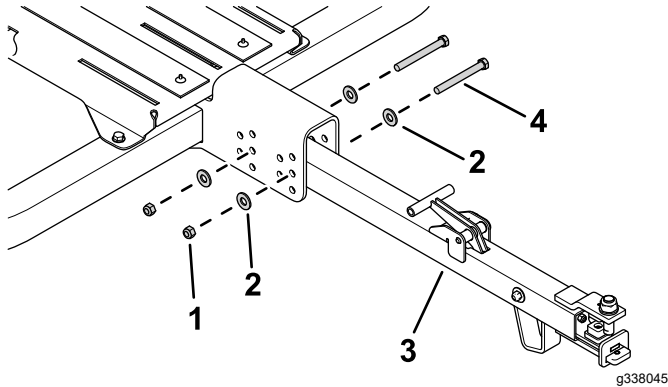

Figure 23
1. Fixez le timon de la remorque sur le cadre principal à l'aide de 2 boulons (7/16"), 4 rondelles et 2 contre-écrous (Figure 23).